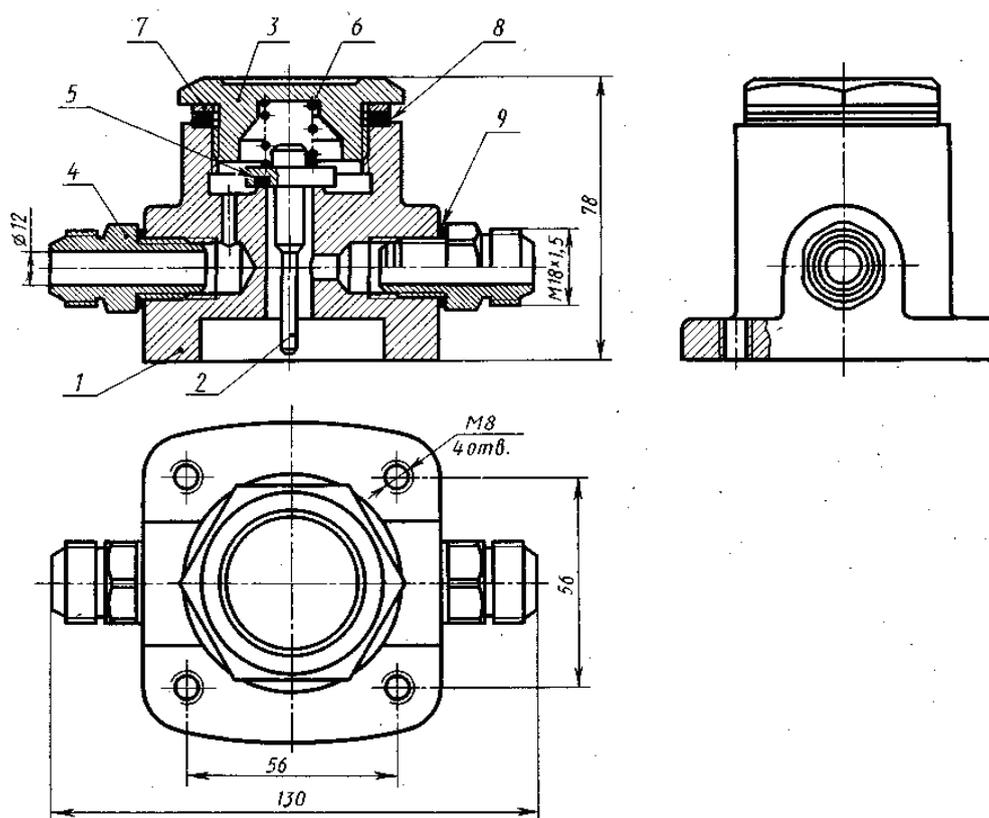

Рисунок 2 – Сборочный чертеж сборочной единицы Клапан предохранительный
1. Ознакомиться со сборочным чертежом и описанием сборочной единицы «Клапан предохранительный» (рис.2);